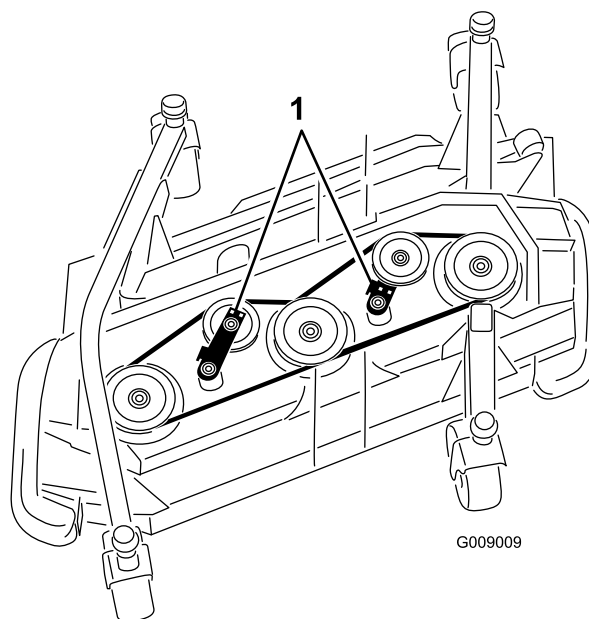

Рисунок 130
5. Используя гаечный ключ с храповиком или аналогичный инструмент, отодвиньте натяжной ролик от приводного ремня, чтобы ослабить ремень и снять его со шкивов (Рисунок 130).